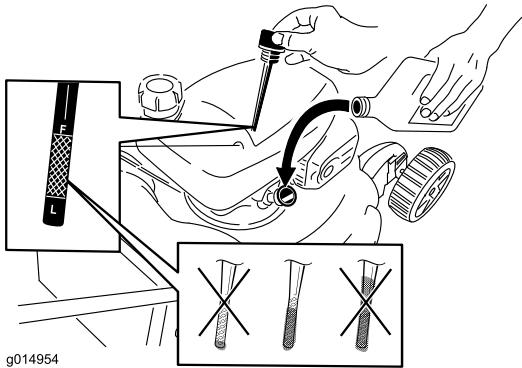

Figura 6
- Retire la varilla (Figura 6).
- Vierta **lentamente** aceite en el tubo de llenado hasta que el nivel llegue a la marca **Full** (lleno) de la varilla (Figura 6). **No llene demasiado.** (Capacidad máxima: 0,59 l, tipo: SAE 30, aceite detergente con clasificación de servicio API SF, SG, SH, SJ, SL o superior.)